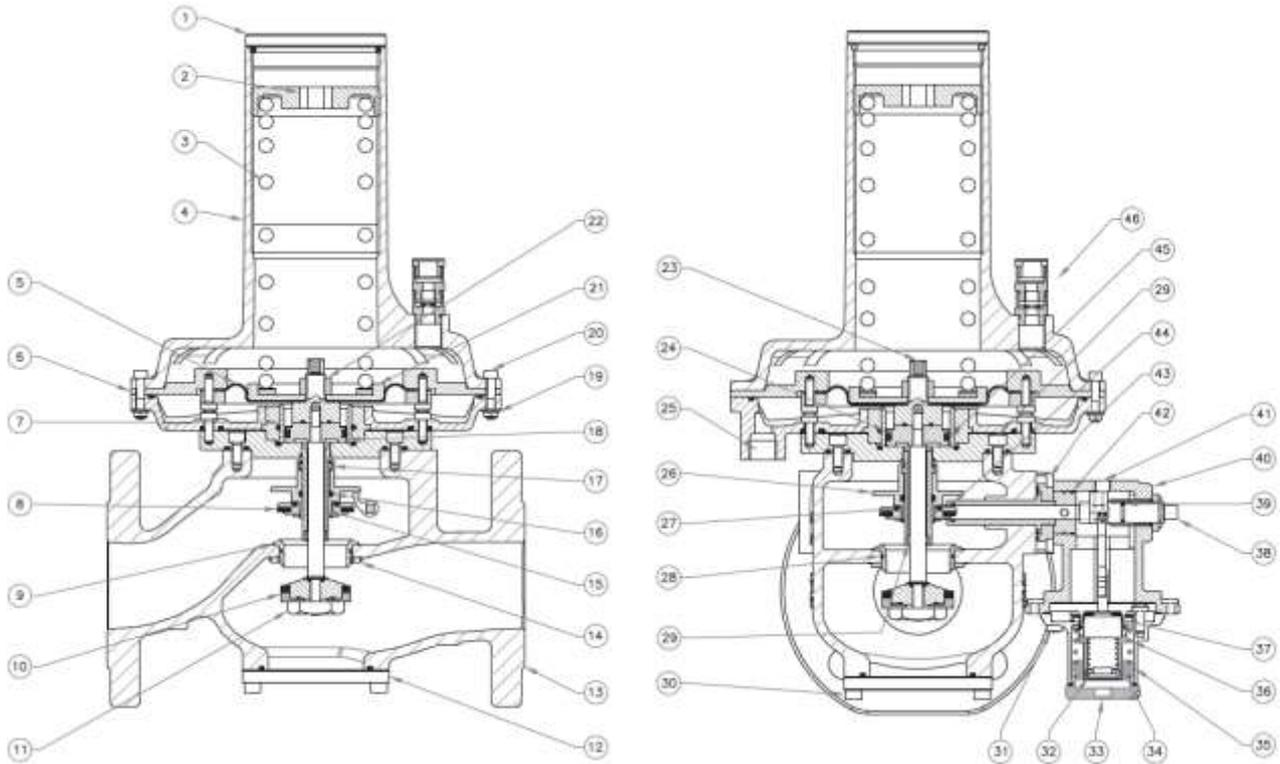

Рис. 1
Регулятор состоит (Рис.1): верхняя крышка (1); винт настройки выходного давления (2); пружина настройки выходного давления (3); воронка (4); рабочая мембрана (5); редукционное кольцо (6); компенсационный цилиндр (7); затвор ПЗК (8); седло регулятора/ПЗК (9); обтюратор (10); гайка обтюратора (11); нижняя крышка (12); корпус (13); гайка для фиксации седла (14); центральный шток (15); уплотнительное кольцо (16); направляющая втулка (17); компенсационный поршень (18); гайка (19); винт (20); верхний диск рабочей мембраны (21); гайка мембраны (22); шток для фиксации мембраны (23); манжета поршня (24); разъём G3/8" для подключения внешнего импульса (25); упорная шайба затвора ПЗК (26); кольцо уплотнительное (27); кольцо уплотнительное (28); втулка с тефлоновым покрытием (29); винт нижней крышки (30); винт (31); винт настройки ПЗК по недостаточному давлению (32); колпачок ПЗК (33); пружина ПЗК по недостаточному давлению (34); винт настройки ПЗК по избыточному давлению (35); пружина ПЗК по избыточному давлению (36); мембрана ПЗК (37); шток взвода ПЗК (38); кольцо уплотнительное (39); корпус механизма ПЗК (40); разъём G1/8" для подключения импульса в блок ПЗК (41); кольцо уплотнительное (42); винт крепления блока ПЗК (43); кольцо уплотнительное (44); кольцо уплотнительное (45); устройство защиты от раскачки выходного давления с резьбой G3/8" (46).